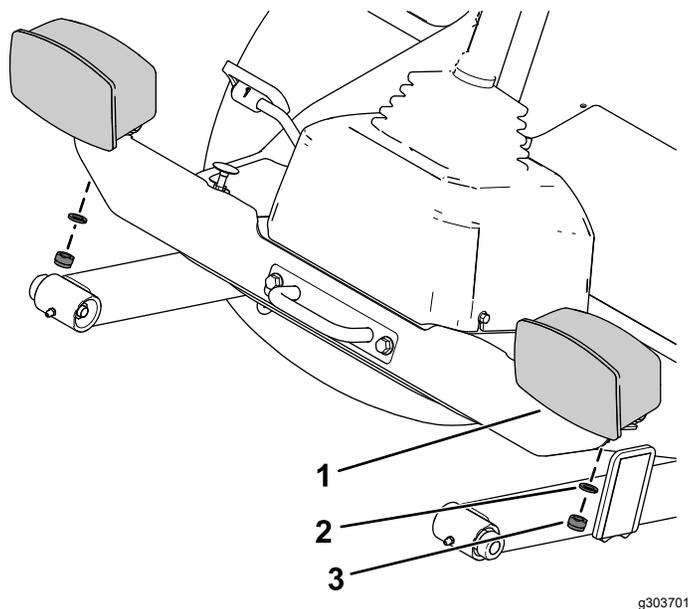

Figura 13
- Sujete el conjunto de luz izquierda y el conjunto de luz derecha al soporte transversal de las luces usando la arandela de freno y la tuerca hexagonal de los conjuntos de luces (**Figura 13**).